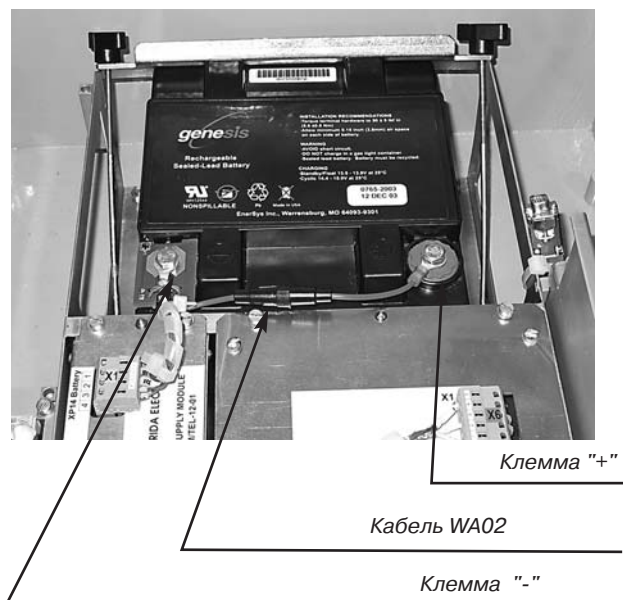

Рис. 4.3. Установка аккумуляторной батареи
3. Установите АБ, опустите держатель и затяните гайки (см. Рис. 4.3);
4. Возьмите из комплекта принадлежностей кабель WA02 (для подключения АБ) и соедините АБ с соединителем XP-14 модуля бесперебойного питания (см. Рис. 4.3). Температурный датчик, установленный на кабеле WA02, подключается к минусовой клемме АБ.